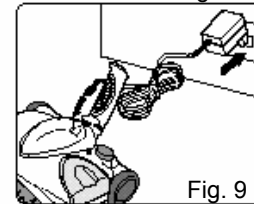

Fig. 9
- 1a. Brancher la prise du chargeur dans la fiche de recharge à l'arrière de le balai. Brancher l'adaptateur dans une prise de courant murale (120V.,60Hz.). N'utiliser que le chargeur TechWorld AD-0920-UL ou son équivalent, d'une puissance nominale de c.c. 9V, 200mA. (Fig. 9)